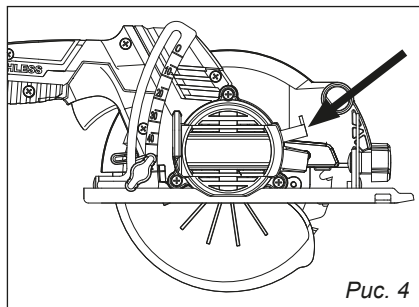

Рис. 4
3. Застопорите шпиндель, нажав на фиксатор (рис. 4).